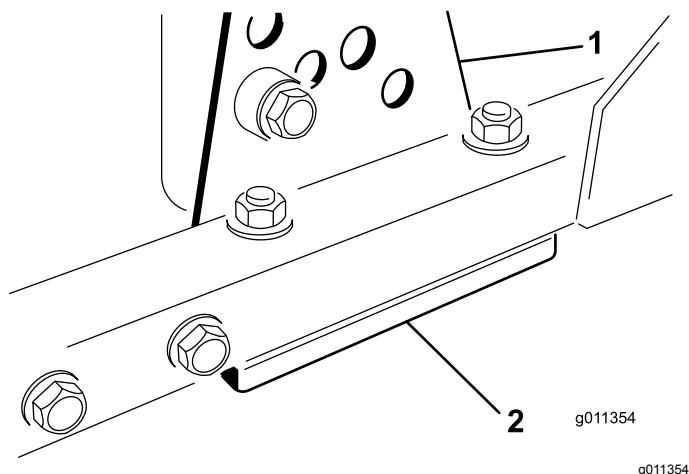

Figure 102
1. Retirez le support de hauteur de coupe (avant, gauche ou droit) du cadre du plateau de coupe (Figure 102).
2. Placez des cales de 1,5 mm et/ou des cales de 0,7 mm entre le cadre et le support du plateau pour obtenir la hauteur de coupe voulue (Figure 102).